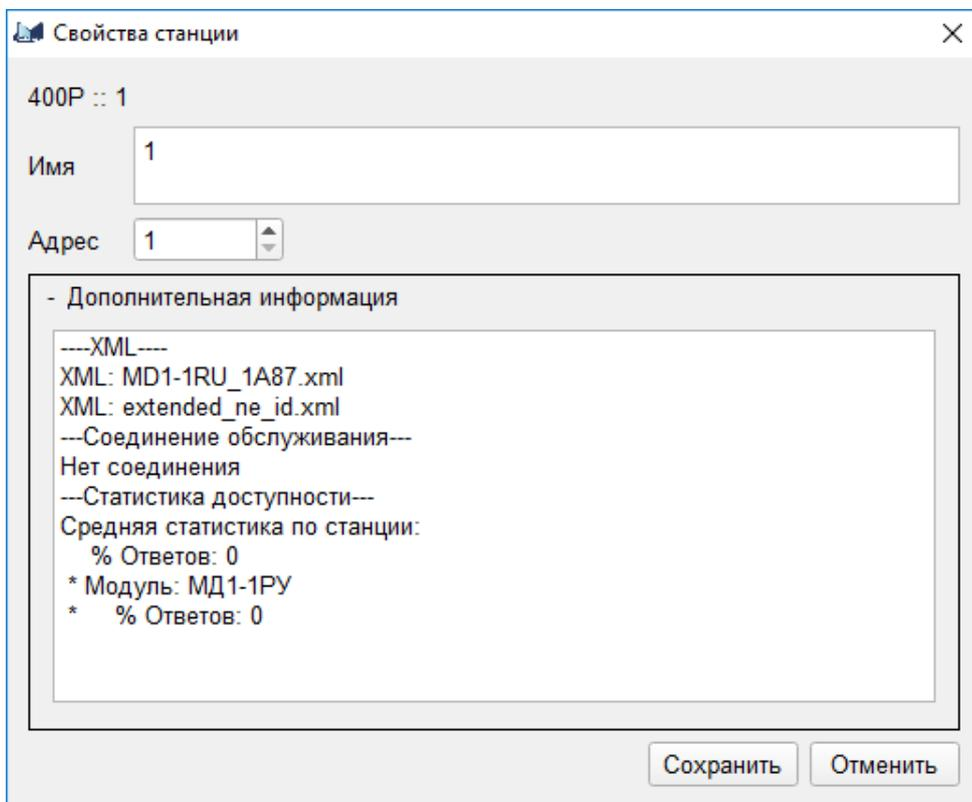

Рис. 59
4.3.2.1. Диалоговое окно свойств станции NP приведено на рис. 59.